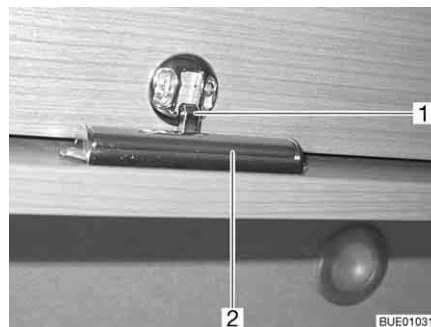

Fig. 57 Sportelli dei mobili con listello di sblocco
- Premere il listello di sblocco (Fig. 57,2) sul lato interno dello sportello del mobile e tenerlo premuto.
- Premere verso il basso lo sportello del mobile, finché il bloccaggio (Fig. 57,1) si innesta sonoramente.